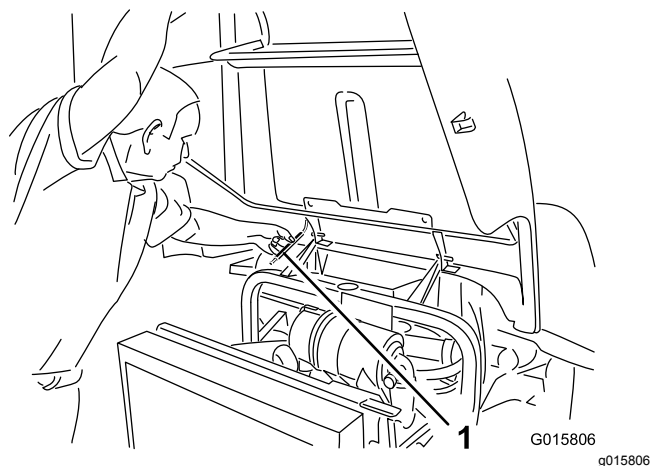

図 52
2. フレームチューブの下に支え棒が入る高さまでフードを持ち上げる 図 52。